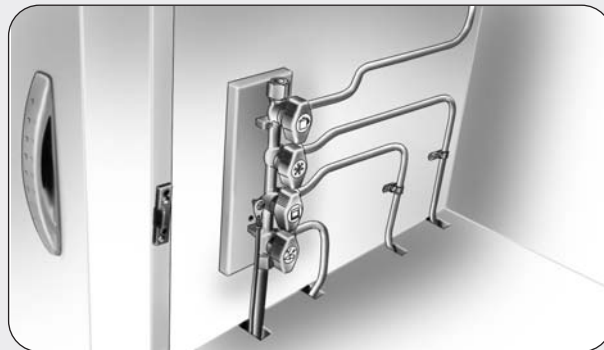

fig. 7
- ❑ Il gas proveniente dalla bombola asportabile, provvista di una sua valvola di chiusura, giunge agli apparecchi utilizzatori passando attraverso un riduttore di pressione e una centralina di distribuzione a più rubinetti **fig. 7**, uno per ciascun apparecchio, posta all'interno del mobile della cucina o in un armadio.